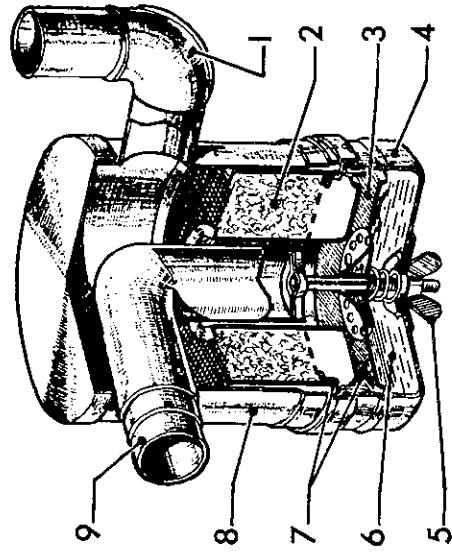

Fig. 7. — Filtre à air à bain d'huile
27. FILTRE À AIR À BAIN D'HUILE (fig. 7).